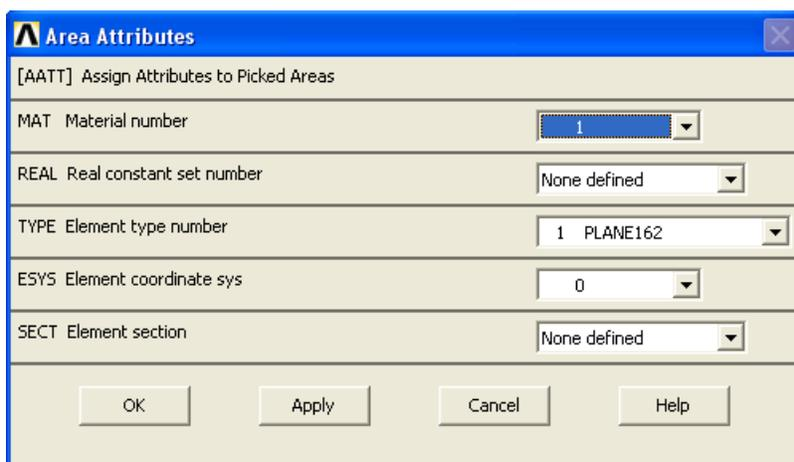

Рисунок 118. Вид окна *Area Attributes*
- В появившемся окне *Area Attributes* (Рисунок 118) нажимаем *Apply*.
- В появившемся окне *Area Attributes* (Рисунок 118) в раскрывающемся списке *MAT Material number* выбираем материал номер *2*.
- В появившемся окне *Area Attributes* (Рисунок 118) в раскрывающемся списке *MAT Material number* выбираем материал номер *3*.
- В появившемся окне *Area Attributes* (Рисунок 118) в раскрывающемся списке *MAT Material number* выбираем материал номер 4.
- В появившемся окне *Area Attributes* (Рисунок 118) нажимаем **Apply**.
- В появившемся окне *Area Attributes* (Рисунок 118) в раскрывающемся списке *MAT Material number* выбираем материал номер 2.
- В появившемся окне *Area Attributes* (Рисунок 118) в раскрывающемся списке *MAT Material number* выбираем материал номер 3.